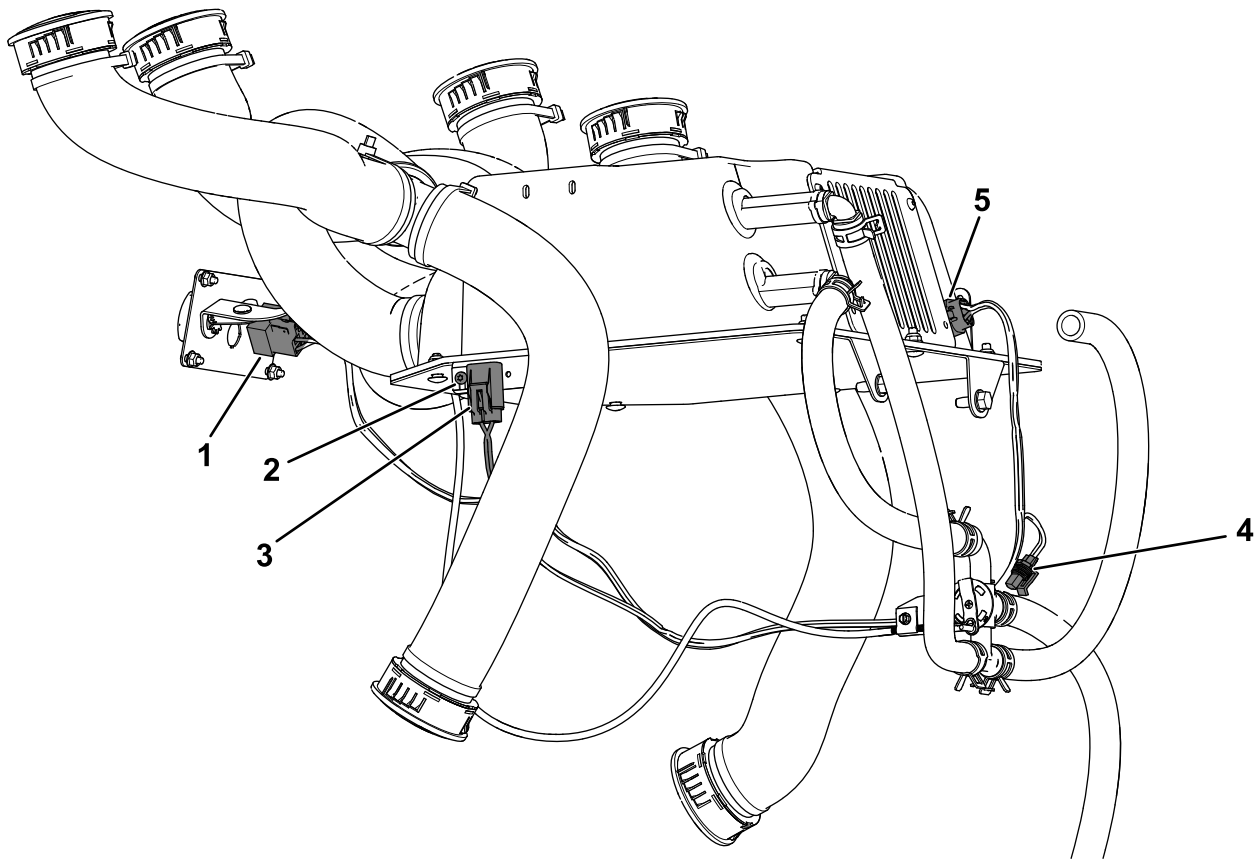

Figure 23
1. Installez le couvre-fusible (fourni avec le faisceau de câblage du kit) sur le côté gauche du boîtier de chauffage à l'aide du boulon à tête tronconique (n° 10-24 x $\frac{3}{8}$ "), comme montré à la Figure 23.
2. Acheminez le faisceau de câblage du kit comme montré à la Figure 23.